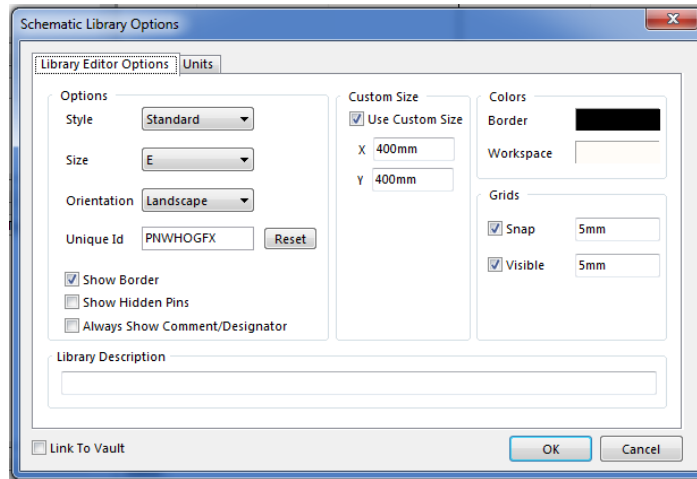

Рис. 2.1
4) Далі перейдіть у вікно налаштувань бібліотеки **Tools-Document Options**. У вкладці **Library Editor Options** (Рис. 2.1) встановіть відмітку навпроти *Always Show Comment/Designator*. Перейдіть на вкладку **Units**, оберіть метричну систему вимірювання та натисніть **ОК**.